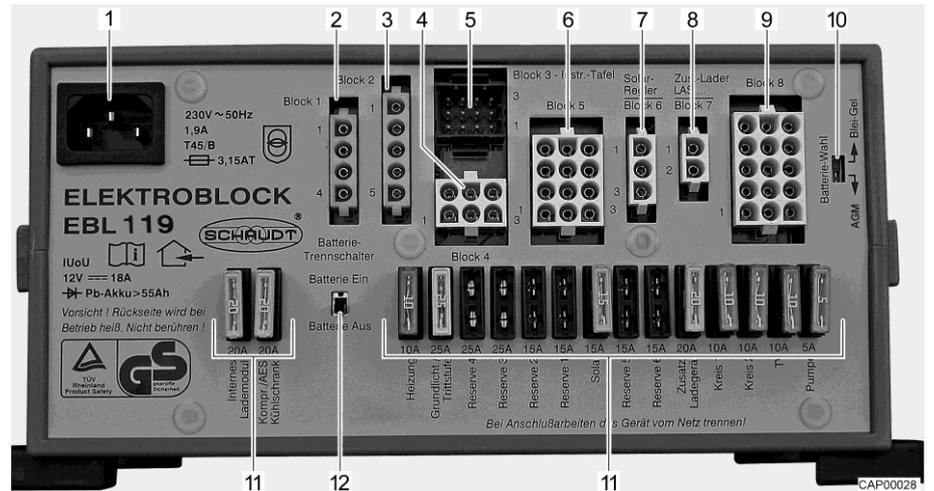

Fig. 40 Bloc électrique (EBL 119)
- Couper l'interrupteur-séparateur de batterie (Fig. 40,12) au niveau du bloc électrique.